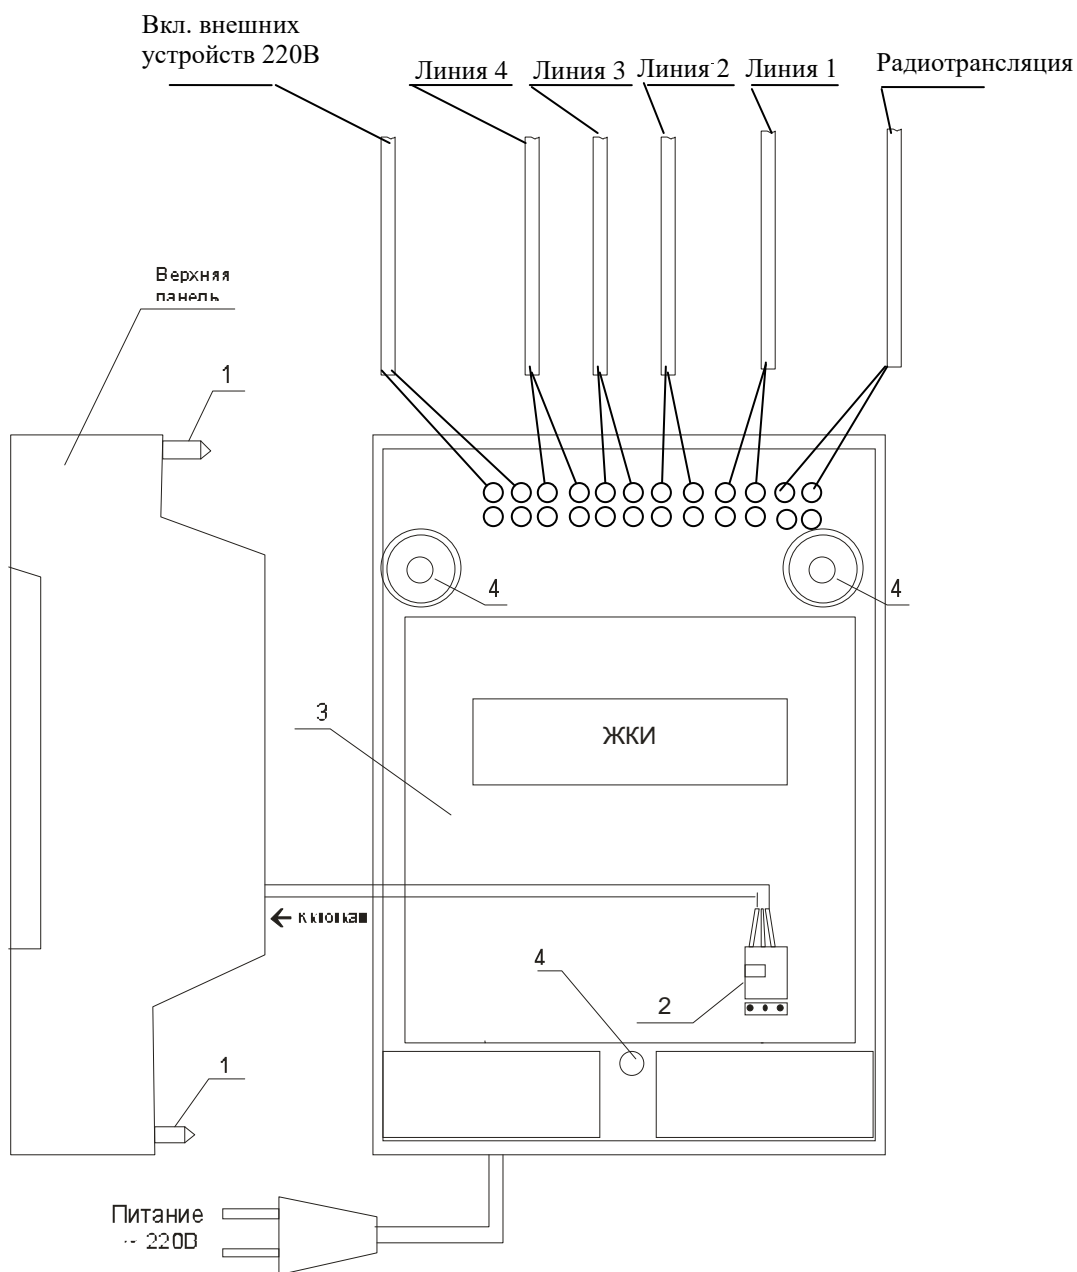

Рис. 1
4.1. Выверните четыре винта 1, расположенных на верхней панели ЧС (см. Рис.1). Осторожно снимите верхнюю панель и отсоедините разъем 2, соединяющий кнопки с печатной платой 3.
- линии вторичных часов №№ 1, 2, 3 и 4, а также линию радиотрансляции в соответствии со схемой рис.1;